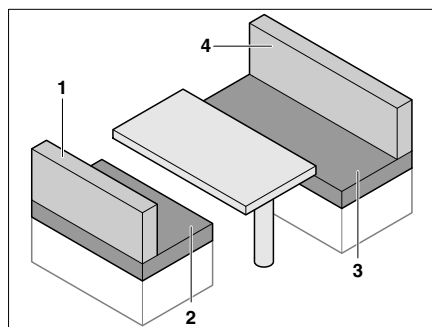

Fig. 70 Avant la transformation
- Retirer les coussins de dossier (Fig. 70,1 et 4).